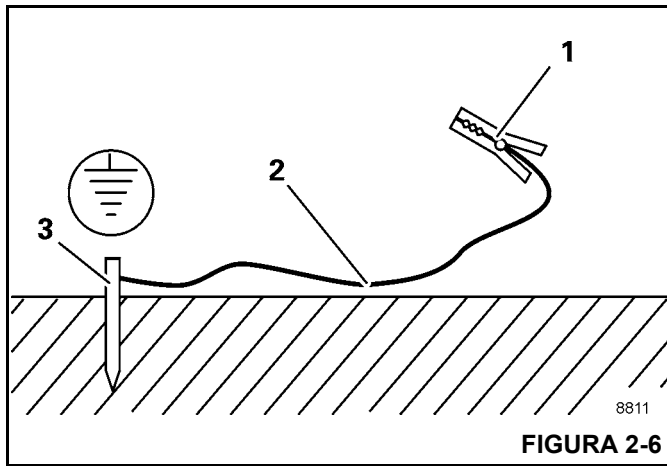

FIGURA 2-6
1. Entierre una varilla de metal (3, Figura 2-6) (de aproximadamente 2.0 m (6.6 pies) de largo) al menos 1.5 m (5 pies) en el suelo.
2. Humedezca la tierra alrededor de la varilla de metal (3) para obtener una mejor conductividad.
3. Sujete con abrazadera un cable aislado (2) a la varilla metálica (3), sección transversal de por lo menos 16 mm² (0.025 pulg²).
4. Conecte el extremo libre del cable con una abrazadera (1) a un lugar del marco que sea buen conductor eléctrico.